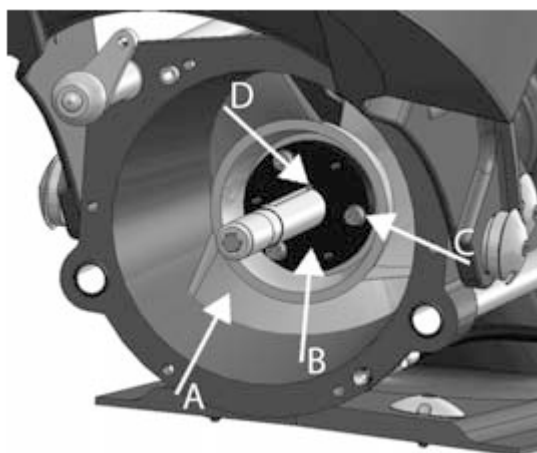

Figura 44. Girante
La girante (figura 44, punto A) è montata sull'albero dell'idrogetto. Ruotando genera una pressione che viene trasformata in flusso.
La girante è collegata all'asse per mezzo di un cono in plastica (figura 44, punto B), stretto tra girante ed albero per mezzo di tre bulloni (figura 44, punto C). La coppia viene trasmessa all'albero da una chiavetta (figura 44, punto D).
1. Svitare i sei bulloni che fissano il cono (figura 44, punto C).